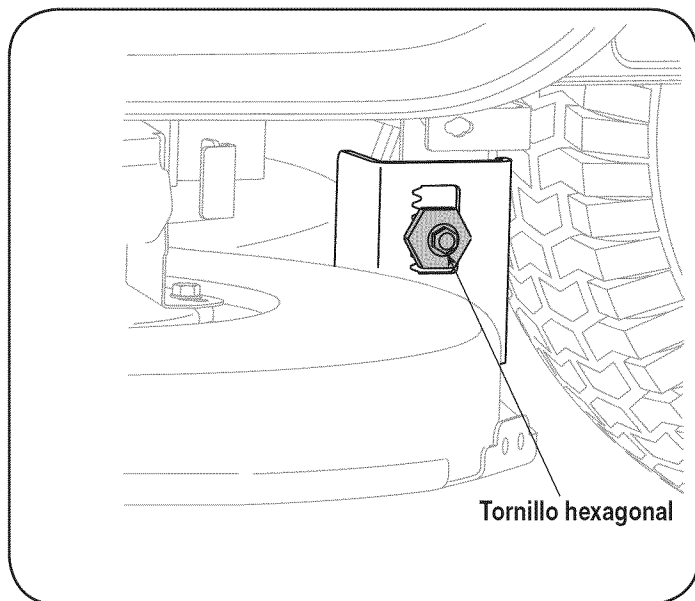

Figura 18
3. Afloje, pero no lo quite, el tornillo hexagonal de la izquierda soporte de la cubierta de colgar. Véase la figura. 18.